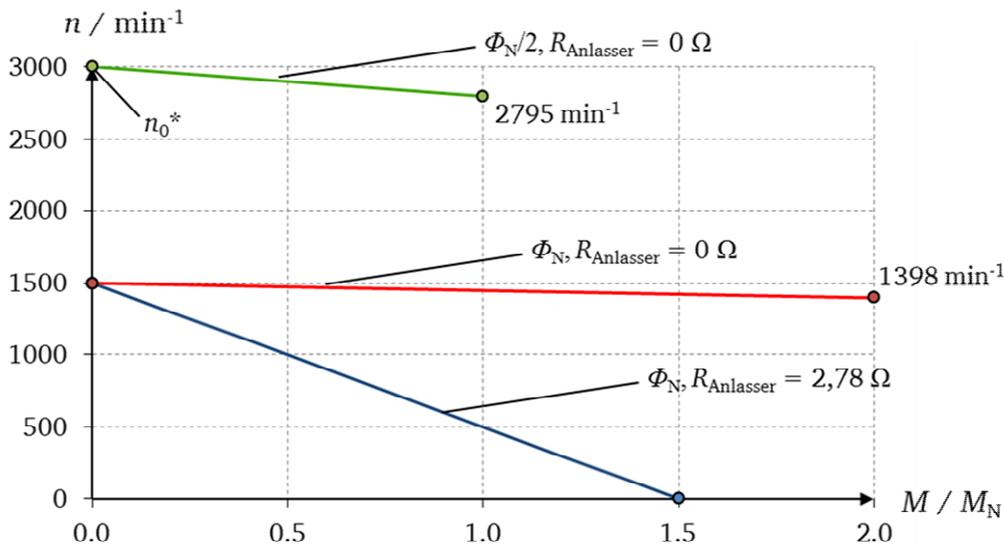

Bild 4.14-1:  $n(M)$ -Kennlinien des fremderregten Gleichstrommotors
- 2) Zeichnen Sie maßstäblich die  $n(M)$ -Kennlinie für  $0 \leq M \leq 2M_N$  als Bild 4.14-1! Bestimmen Sie die Motor-Nennleistung  $P_N$ ! Wie groß ist der Motor-Gesamtwirkungsgrad  $\eta_{Nres}$ ?
- 4) Wie muss ein Anlasser-Widerstand  $R_{anlasser}$  dimensioniert werden, damit  $I_{a1}/I_{aN} = 1.5$  ist? Wie groß ist dann das Anzugsmoment  $M_1$  bzw.  $M_1/M_N$ ? Zeichnen Sie die  $n(M)$ -Kennlinie in Bild 4.14-1 ein!
- 5) Der Hauptfluss pro Pol  $\Phi_N$  wird durch Verringern des Erregerstroms  $I_f$  halbiert:  $\Phi = \Phi_N/2$  („Feldschwächung“). Zeichnen Sie die Kennlinie  $n(M)$  in Bild 4.14-1 für  $0 \leq I_a \leq 2I_{aN}$  ein!
Die Kennlinie  $n^{[1/\text{min}]} = 1500 / \text{min} - \frac{M}{M_N} \cdot 51.156 / \text{min}$  ist in Bild 4.14-1 dargestellt.
$$M_1 = k_2 \Phi_N \cdot 1.5 \cdot I_{aN} = 1.5 \cdot M_N = 1.5 \cdot 70 = \underline{105 \text{ Nm}}. \text{ Die Kennlinie } n(M) \text{ zeigt Bild 4.14-1.}$$
$$n(2I_{aN}) = 3000 - 1 \cdot 204.624 = 2795.4 / \text{min}. \text{ Die Kennlinie } n(M) \text{ zeigt Bild 4.14-1.}$$